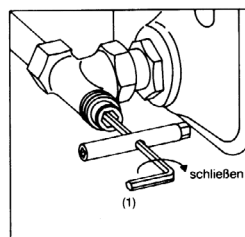

Bild 4
- 2.2 Ventilkegel mit Sechskantschlüssel SW 4 (1) durch Rechtsdrehen schließen (Bild 4).